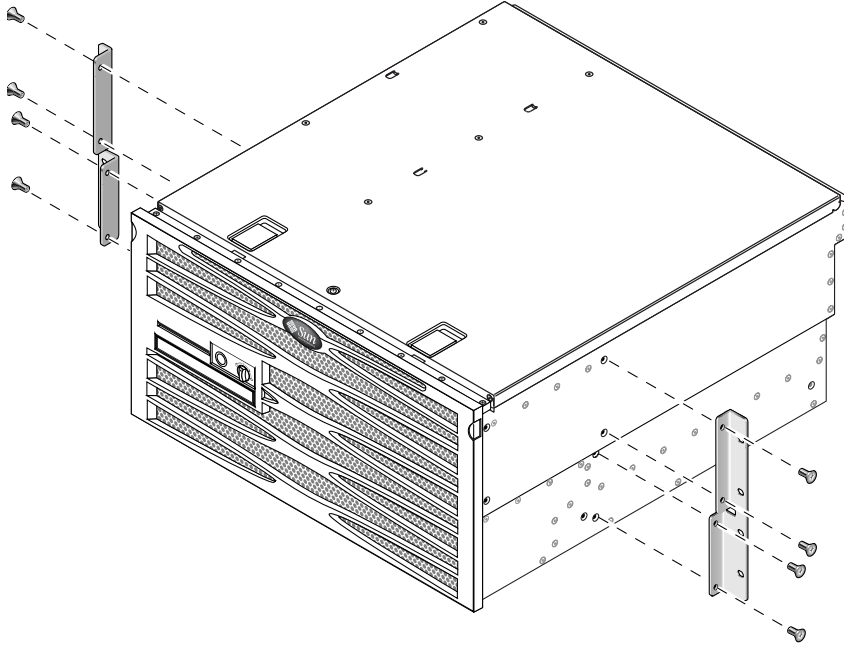

图 3-27 将侧托架固定到服务器两侧
2. 用八颗 M5 × 8 毫米十字盘头螺丝（每个侧托架用四颗），将两个侧托架固定到服务器两侧（图 3-27）。